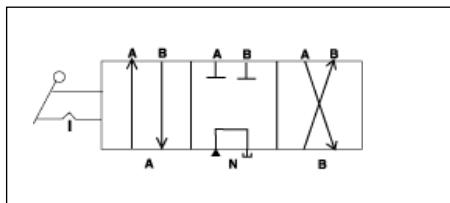

图 9
3. 将油缸的活塞向下放置（如是拉力油缸则活塞向上放置），参见下图 9。
3. 将油缸水平放置，油口向上，参见下图 9。